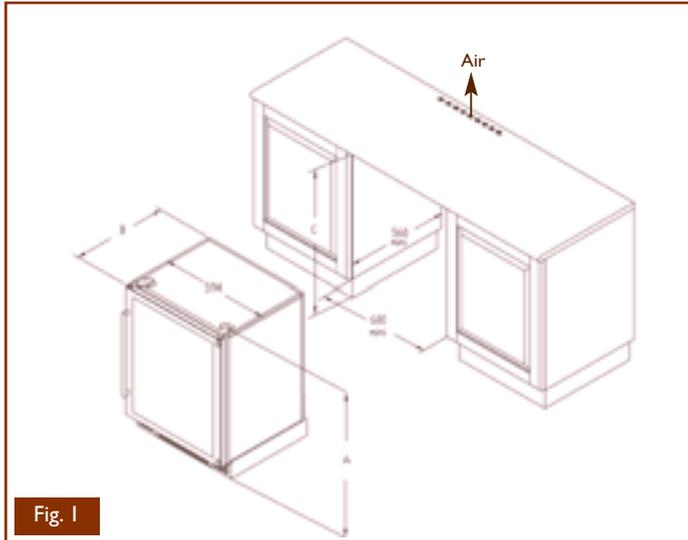

Fig. 1
• Dimensions à respecter pour une porte pleine ou vitrée (Fig.1) :